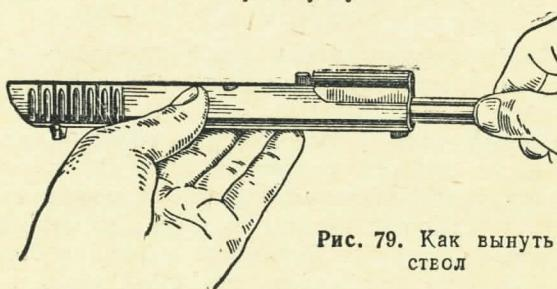

Рис. 79. Как вынуть ствол
6) вынуть ствол: повернуть затвор так, чтобы опорные выступы затвора вышли из кольцевых проточек ствола и ствол несколько сместился вперед; наклонив серьгу вперед, правой рукой вынуть ствол (рис. 79);